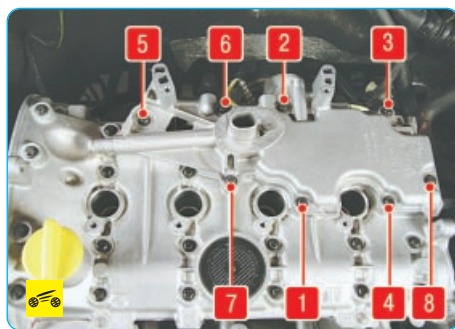

Рис. 5.5. Порядок затяжки болтов крепления маслоотделителя
6. Установите детали в порядке, обратном снятию. Затяните болты крепления маслоотделителя моментом 13 Н·м в последовательности, показанной на рис. 5.5.